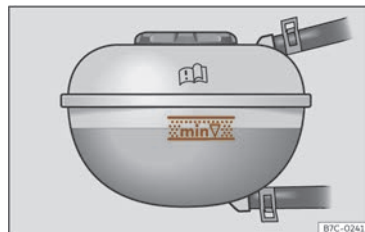

Fig. 229 En el vano delantero: marca en el depósito de expansión del líquido refrigerante.
- Con el motor frío, compruebe el nivel del líquido refrigerante en las marcas laterales del depósito de expansión >>> **fig. 229**. El nivel del líquido refrigerante deberá encontrarse entre las marcas.
- El nivel del líquido refrigerante deberá encontrarse entre las marcas del depósito de expansión >>> **fig. 229**. **No rebase nunca el borde superior de la zona marcada** >>> ⚠.
>>> **fig. 229.** De lo contrario, cuando suba la temperatura, el líquido sobrante será expulsado del sistema de refrigeración del motor y podría causar daños.